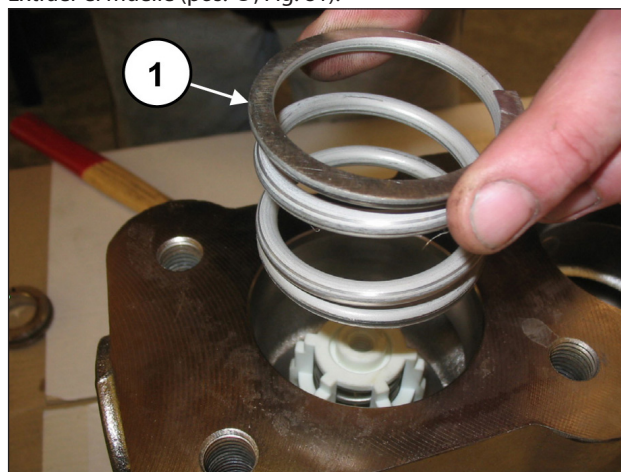

Fig. 81
Extraer el muelle (pos. ①, Fig. 81).